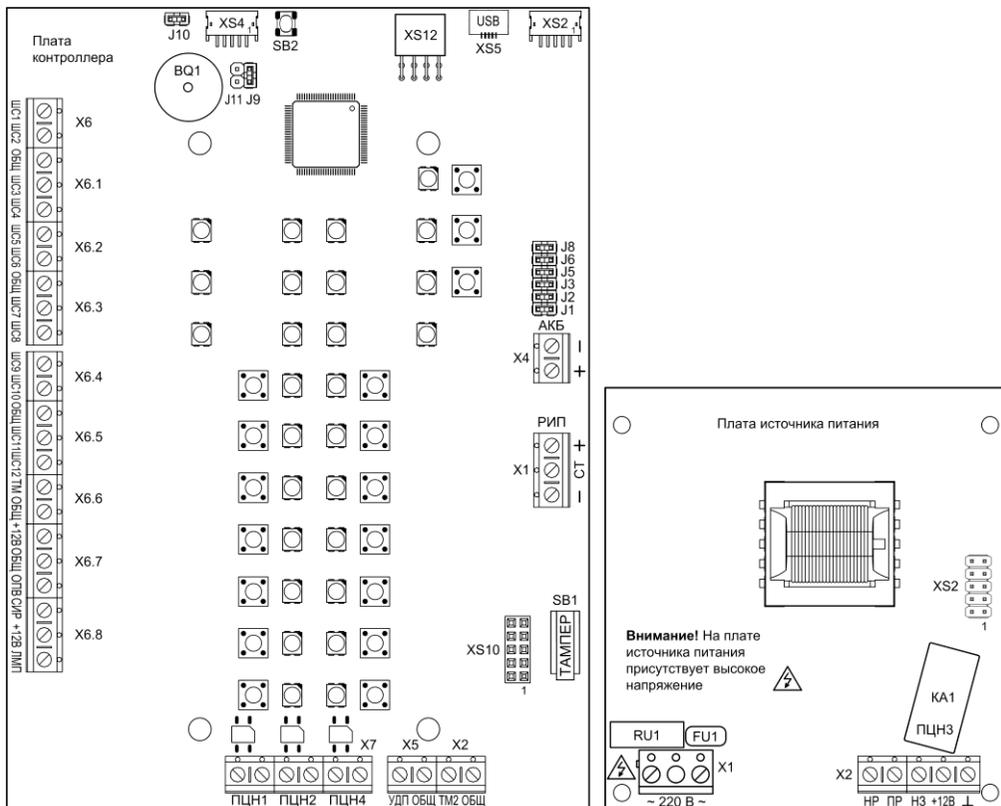
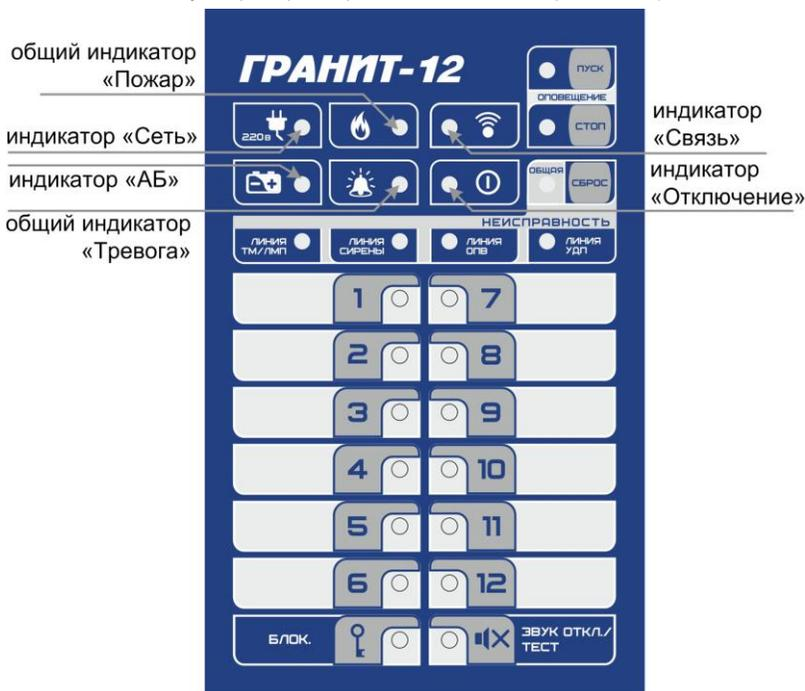

Рис.1 Внешний вид платы контроллера Гранит-12П и платы источника питания
Рис.2 Панель индикации и управления прибора Гранит-12Л
Прибор состоит из корпуса и съёмной крышки. В корпусе расположены плата контроллера, плата источника питания (рис.1), универсальный коммуникатор с антенной GSM (п.5.3) или/и IP-коммуникатор (п.5.4). На плате контроллера установлена панель индикации и управления (рис.2).
3.1 На плате контроллера (рис.1) расположены следующие элементы:
3.2 На панель индикации и управления прибора (см. рис.2) выведены:
3.3 На плате источника питания (рис.1) расположены следующие элементы: